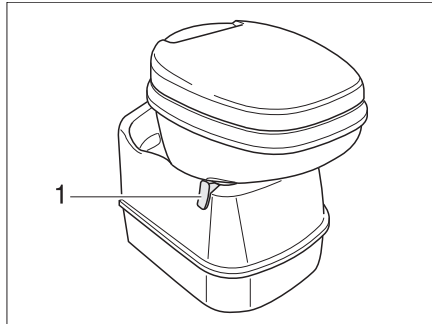

Bild 151 Thetford-Toilettenschüssel, schwenkbar
- Vor dem Spülen den Schieber der Thetford-Toilette öffnen. Dazu den Schieberhebel (Bild 151,1) entgegen dem Uhrzeigersinn schieben.
- Den Schieberhebel (Bild 151,1) im Uhrzeigersinn drehen. Der Schieber wird geschlossen. Zum Entleeren **muss** in der Thetford-Toilette der Schieber geschlossen sein.